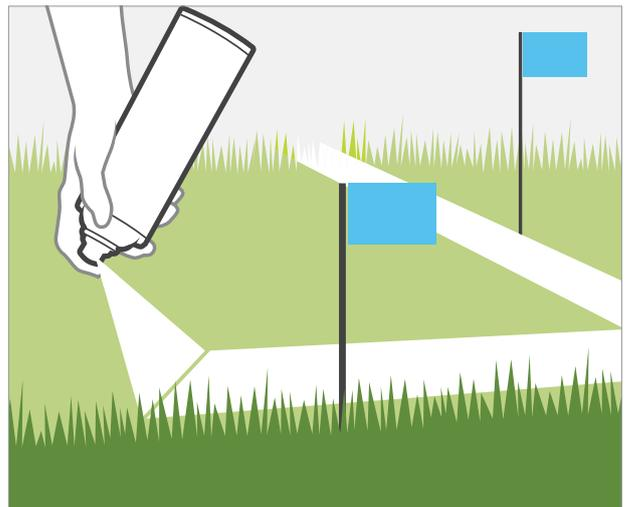

Figura 1
1. Usando a tinta spray para marcação e pequenas bandeiras, indique as linhas de tubos do P.C. até as localizações das válvulas dos setores. Marque o traçado do sistema de irrigação *Figura 1*.